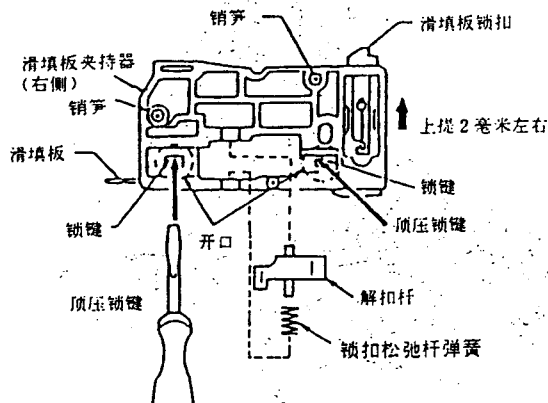

图1-18
1. 按拆卸解扣杆步骤的相反顺序进行组装。(见图1-17和图1-18)。